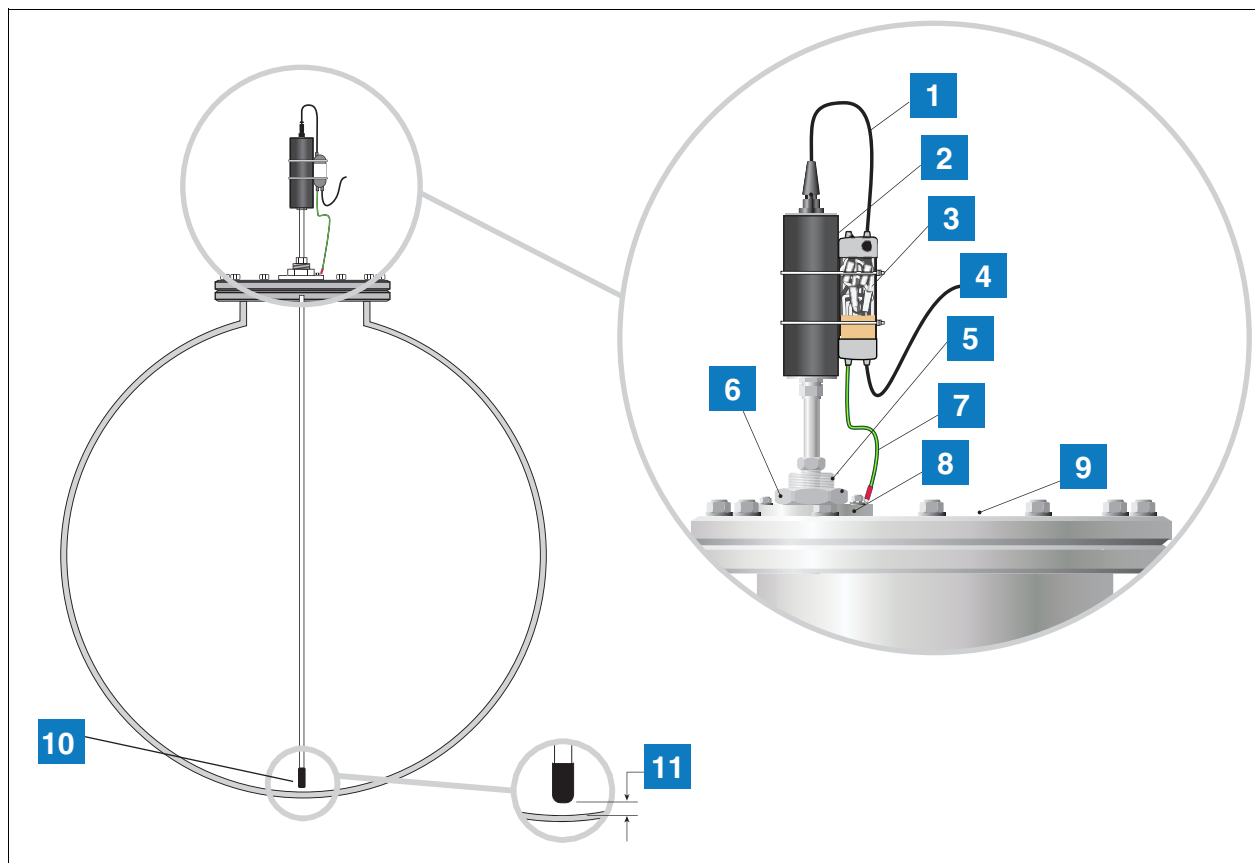

Figura 6. Instalarea sondei Mag pentru zona 1 cu conexiune de proces (presetupă)
Anumite instalații pot necesita o configurație modificată de montare a sondei constând într-o conexiune de proces (presetupă) montată direct pe capacul rezervorului, așa cum se arată în Figura 6. Trebuie asigurată o conexiune sau o flanșă adecvată, cu filet G2 țoli cu 11 pași de filet per țol conform DIN 2999 (BS2779). Înainte de a instala sau efectua activități de service la sonda de tip magnetostrictiv, decuplați alimentarea electrică c.a. la consola TLS și verificați dacă alimentarea electrică a consolei este oprită. În timpul activităților de service deconectați cablul de alimentare și scoateți sonda din rezervor.
1. Referință Figura 6 pentru identificarea pieselor necesare pentru finalizarea instalării.
7. Conectați cablul conducător al sondei la cablajul de teren folosind o cutie de joncțiune rezistentă la intemperii sau un dispozitiv opțional de protecție împotriva supratensiunilor cu două canale (P/N 848100-002), așa cum este prezentat în Figura 6.
LEGENDĂ PENTRU CASETELE NUMEROTATE ÎN Figura 6